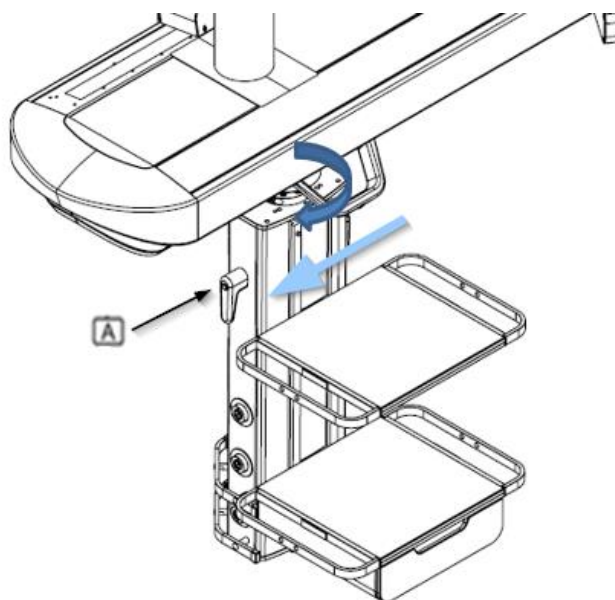

Fig.18 Déverrouillage des freins d'oscillation et de translation des colonnes sans bras ABITUS
- Insérez les 4 vis à tête cylindrique M8 ① dans les 4 encoches prévues dans la partie supérieure de la tête de service, comme indiqué dans la figure 18.
- Pour chaque vis à tête cylindrique M8 ①, monter 1 rondelle de blocage S10 ② (comme illustré à la figure 18) de manière à ce que la rondelle plate soit placée entre le joint supérieur de la tête de service (à l'intérieur) et l'écrou hexagonal correspondant ③.